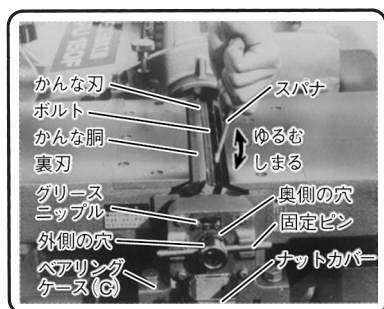

図 24
- (3) 手押かな盤側面のナットカバーを開きます。
- (4) 付属の固定ピンをかな胴手前側の穴にさし込んでかな胴をまわし、刃先部を上に出します。
- (5) かな胴の奥側の穴に固定ピンをさし込み、かな胴を固定します。(図24)
- (6) 付属の両口スパナ (10mm) で5本のボルトをゆるめると、かな刃は中のばねに押されて数ミリ飛び出します。
- (7) かな刃の両端を手でつかみ、取りはずし、次に裏刃を取りはずします。
(2) 切削後、2本の試し削り用木材の高さの差(分定精度)を測定します。測定して不満足の際は(3)以降の調整で分定精度を上げてください。
(3) 手押かな盤側面のナットカバー(図24参照)を開き、付属の固定ピンをかな胴の手前側の穴にさし込んでかな胴をまわし、かな胴の溝を上に出します。